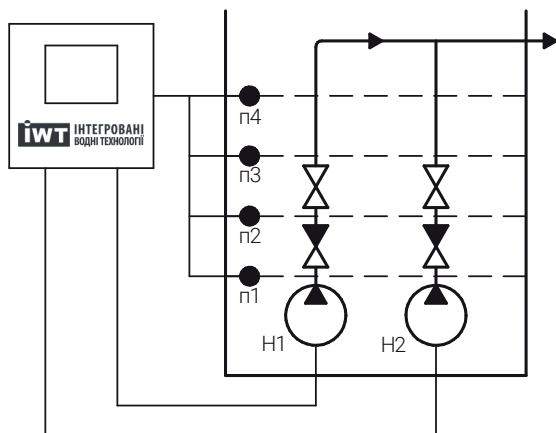

Рис. 21 – Система керування від поплавків
- Поплавок № 4: переповнення (рис. 21).